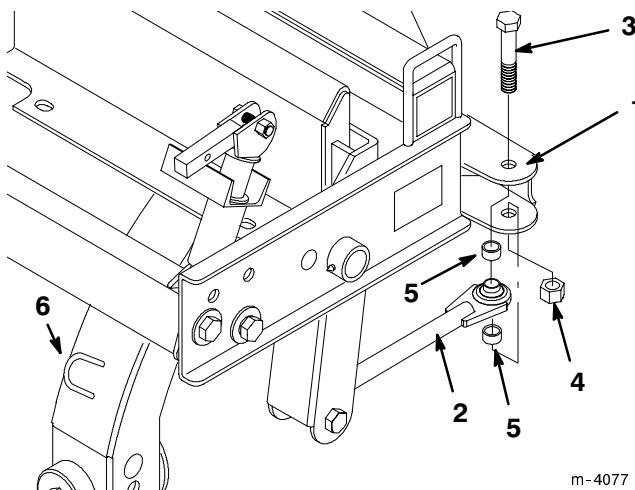

Figure 4
- Connecter le bras de pivotement au support de pivotement sur le châssis de pivot à l'aide de deux entretoises, d'un boulon de 19 mm (3/4") x 10 cm (4"), et d'un écrou de 19 mm (3/4") (Fig. 4), et serrer à 359 Nm (265 ft-lbs).
8. Faire passer les flexibles hydrauliques dans l'anneau à l'arrière du châssis de pivot (Fig. 4).